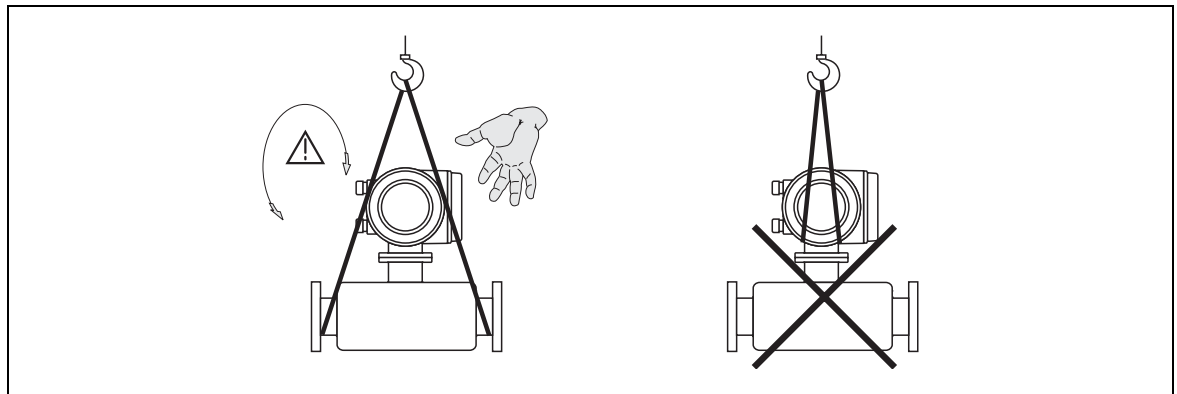

Рис. 4: Транспортировка преобразователя с $> DN 40$ ($> 1\frac{1}{2}$ ")
- При дистанционном варианте исполнения (Рис. 4) запрещается поднимать измерительные приборы с условным диаметром $> DN 40$ ($> 1\frac{1}{2}$ ") за корпус преобразователя или соединительный корпус. Используйте ленточные стропы с захватом обоих технологических соединителей. Запрещается применять цепи, т. к. они могут повредить корпус.